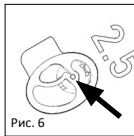

Рис. 6
■ **fig. 6** A campânula da prótese deve assentar no fundo do orifício e a placa de cobertura tem de ficar completamente no entalhe previsto para o efeito, de forma a que a superfície superior da placa fique rente com a superfície do disco medido.
■ **Рис.6** Купол протеза должен устанавливаться в основании углубления, а головная пластина должна быть полностью вставлена в соответствующий вырез, так чтобы верхняя поверхность головной пластины находилась в зацеплении с верхней поверхностью регулировочного диска.